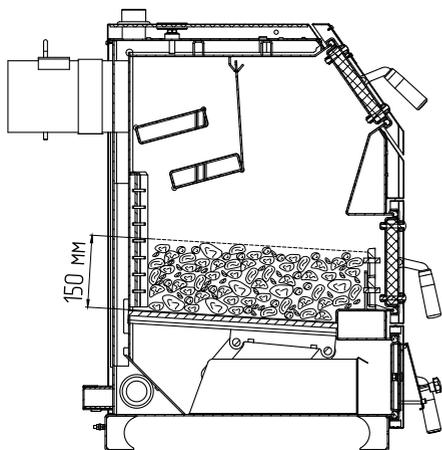

Рис.7 Заполнение котла топливом для номинального режима
8.4.3. Добавьте очередную порцию топлива, когда разгорится первый слой основного топлива. Для работы котла в номинальном режиме (Рис.7) поддерживайте слой топлива на колосниковой решетке около 150 мм. Для предотвращения выхода дыма в помещение через загрузочную дверцу при добавке основного топлива, закрывайте заслонку (поз.15) на поддувальной дверце (поз.16). После загрузки порции топлива откройте заслонку. При температуре теплоносителя в котле и системе менее 60°C может образовываться конденсат по всей поверхности теплообменника. При прогреве теплоносителя выше 60°C конденсатообразование прекращается.
8.4.6. Добавьте очередную порцию топлива, когда разгорится первый слой основного топлива. Для работы котла в номинальном режиме (Рис.7) поддерживайте слой топлива на колосниковой решетке около 150 мм.